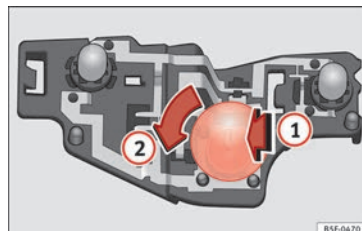

Abb. 120 Position der Glühlampen am Lampenträger.
- Drücken Sie die Lampe leicht in den Lampenträger »» **Abb. 120** **1**, drehen Sie sie anschließend nach links **2** und nehmen Sie die defekte Lampe heraus.